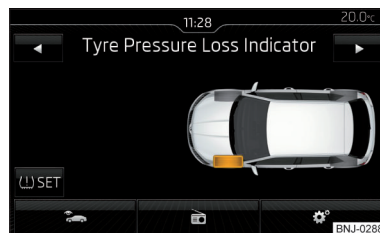

Fig. 148
- Toccare il tasto funzione  **SET** » **fig. 148**.
Se la spia di controllo  nella strumentazione combinata è accesa, in Infotainment è possibile visualizzare il pneumatico interessato » **fig. 148**.